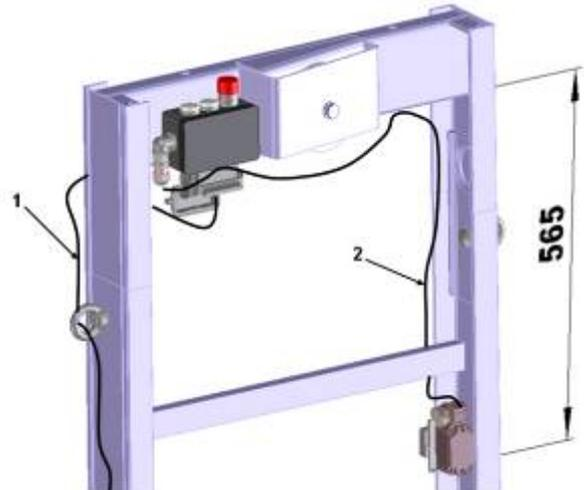

Fig. 4-11
1. Avvitare il supporto del finecorsa con l'interruttore già montato ed il cavo (2) sulla prima guida sotto la testa.
2. Osservare le indicazioni riportate nella fig. 4-11.